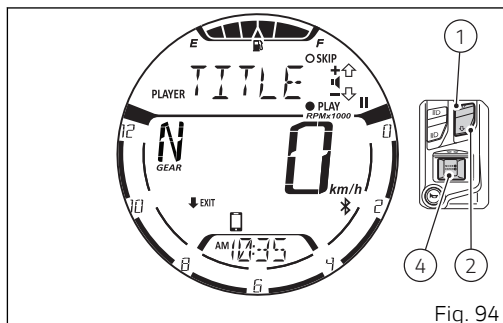

Fig. 94
Se vuelve a acceder al control del reproductor de música y el salpicadero vuelve a utilizar el pulsador (1), el pulsador (2) y el pulsador (4) solo para los controles del reproductor de música (Fig. 94).